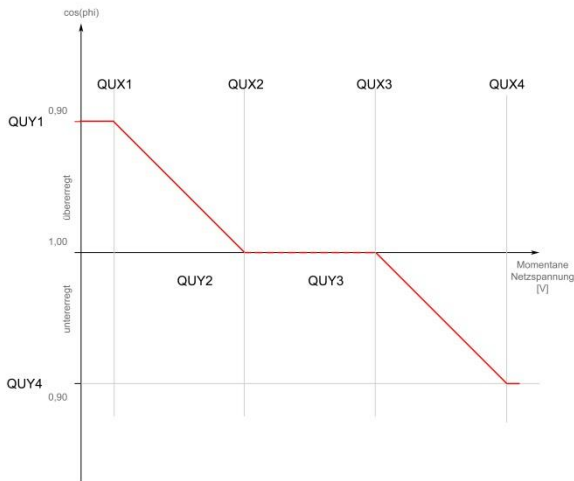

Figura 28: caratteristica Q(U)
- **Da QUY1 a QUY4:** Inserire i valori di impostazione per QUX1 fino a QUX4 utilizzando i campi per l'inserimento delle cifre. Prendere i valori di impostazione di Figura 28.